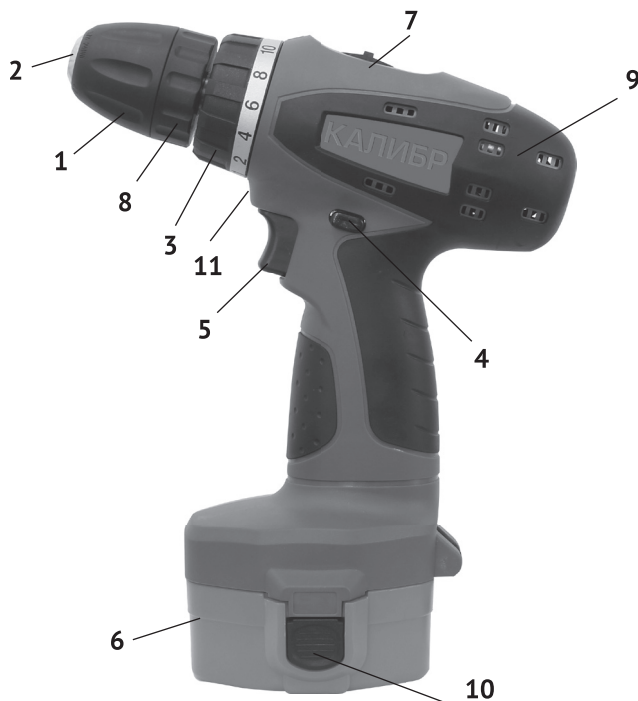

рис. 1
1.6 Общий вид дрели представлен на рис.1
1.7 Механизм дрели расположен в обрезиненном пластиковом корпусе (рис.1 поз.9), состоящем из двух частей: правой и левой. Он состоит из электродвигателя постоянного тока и редуктора с планетарным 2-х скоростным механизмом. В нижней части корпуса, выполненного в форме рукоятки, находится выключатель и разъем для присоединения аккумуляторной батареи.
1.8 Клавиша выключателя (рис.1 поз.5) расположена в передней части рукоятки. При нажатии на клавишу включается двигатель дрели. Усилие, приложенное к клавише, изменяет скорость вращения двигателя. При запуске двигателя автоматически включается светодиодный фонарь (рис.1 поз.11), обеспечиваю-
Над клавишей выключателя находится переключатель реверса (рис.1 поз.4), пластинчатой конструкции. В нейтральном положении он выполняет функцию блокиратора клавиши от случайного включения. Стрелками на торцах пластины, указывается направление вращения патрона.
1.10 В передней части корпуса расположено кольцо регулировки (рис.1 поз.3). Это кольцо фиксирует одну из 16-и, позиций предельного момента затяжки, при работе дрелью, как шуруповёртом, или переключает редуктор в режим сверления – символ «сверло».
Внимание! *Перед установкой/извлечением аккумуляторной батареи отключить инструмент, установив переключатель направления вращения (рис.1 поз.4) в среднее положение (блокировка клавиши выключателя).*
- для извлечения батареи из дрели нажать клавишу фиксации (рис.1 поз.10) аккумуляторной батареи и извлечь её из рукоятки, вытягивая вперёд, к патрону.
- установить переключатель направления вращения (рис.1 поз.4) в положение блокировки клавиши выключателя;
- удерживая кольцо патрона (рис.1 поз.8) одной рукой, другой вращать переднюю часть патрона (рис.1 поз.1) против часовой стрелки до разведения кулачков патрона (рис.1 поз.2) на расстояние, необходимое для установки ра-
- удерживая кольцо патрона (рис.1 поз.8) одной рукой, другой вращать переднюю часть патрона (рис.1 поз.1) по часовой стрелке до фиксации рабочего инструмента кулачками патрона;
- для включения дрели необходимо нажать и удерживать клавишу выключателя (рис.1 поз.5);
- в среднем положении переключатель направления вращения (рис.1 поз.4) блокирует клавишу выключателя, исключая случайное включение дрели;
2.2.5 Функции регулировочного кольца (рис.1 поз.3):
На регулировочное кольцо (рис.1 поз.3) нанесены символы: от «1» до «16» - 16 фиксированных положений предельного момента затяжки и символ «дрель». Выставление нужного режима работы осуществляется совмещением соответствующего символа со стрелкой на корпусе дрели.
- выставив ползунок переключателя (рис.1 поз.7) положение 1(L) получаем при низком числе оборотов (350 об/мин) высокий показатель крутящего момента. Этот режим применяется при закручивании шурупов, винтов, саморезов и болтов больших размеров;
- при установке переключателя в крайне положение 2(H) получаем максимальное число оборотов (1350 об/мин), но меньший показатель крутящего момента. При данном режиме работаем в режиме сверления или закручивания/выкручивания мелкого крепежа.
- повернуть кольцо регулировки (рис.1 поз.3) в положение «сверло»;